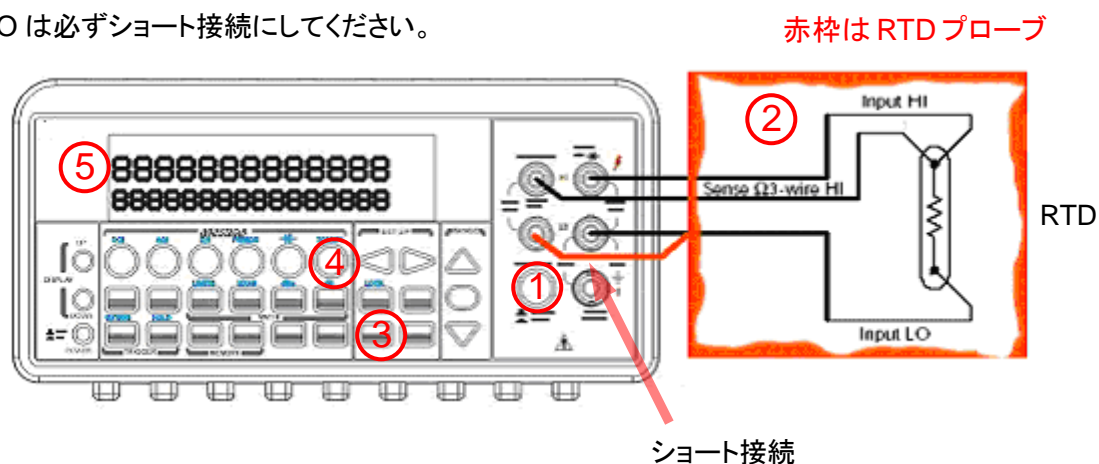

図 3-15
- ① TERMINALS スイッチを使用して前面パネルの入力端子を選択します。
- ② 図 3-15 に示すようにプラチナ RTD を接続します。
- ③ CONFIG、TEMP ボタンを押した後、◀または▶ボタンを押すとディスプレイが“SENSOR”表示のときセンサータイプを、“UNIT”表示のとき単位を、“TRANSDUCER”表示のとき測定モードを選択し ENTER ボタンを押します。それぞれについて◀または▶ボタンで項目を選択し、ENTER ボタンを押して設定します。
- ④ TEMP ボタンを押します。
- ⑤ RTD を希望の位置に置き、ディスプレイ上の測定値を読み取ります。